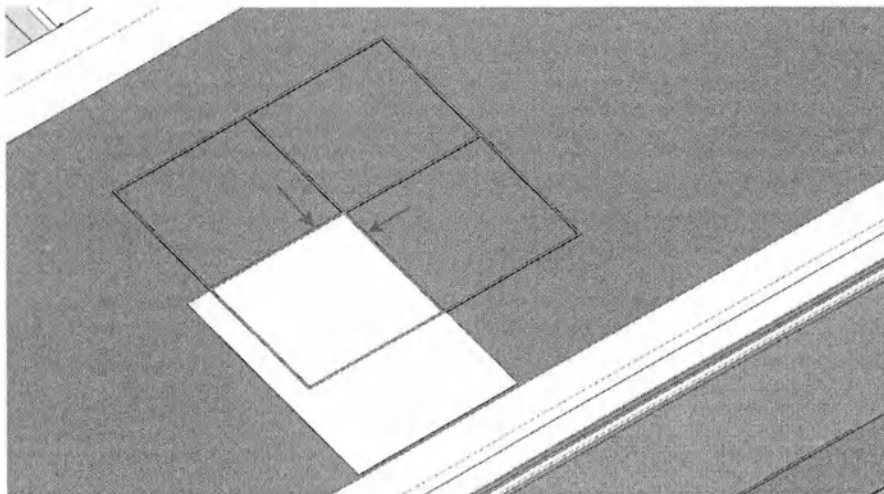

Рисунок 2.9.8 – Схема проверки перпендикулярности оси рентгеновского луча к ЭСУ
- переместить лист в центр светового поля (рисунок 2.9.8) совместив риску светового центратора с краями листа;